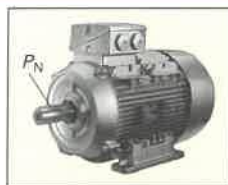

Bild 1: 230-V-Glühlampe
2. Berechnen Sie **a)** die Leistungsabgabe  $P_{ab}$  einer 40-W-Glühlampe (**Bild 1**) mit einem Wirkungsgrad von 0,05 und **b)** die Verlustleistung  $P_v$ . **c)** Begründen Sie im Antwortsatz das Herstellungsverbot von Glühlampen.